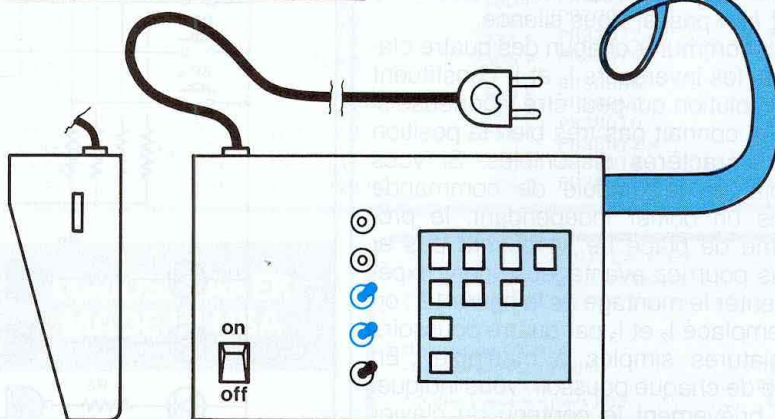

Fig. 10 : Réalisation d'une suite numérique pour la création du "A".
En conséquence, chaque caractère ou symbole commencera par un espace (00) et finira par une donnée d'interruption (80). Entre ces deux nombres, vous pourriez mettre n'importe quoi à concurrence de six données, à condition de ne pas dépasser la valeur (7F). Pour plus de précision, le schéma de la figure 10 indique un moyen de créer un fichier de caractères, ou plutôt une suite numérique qui représente le caractère.